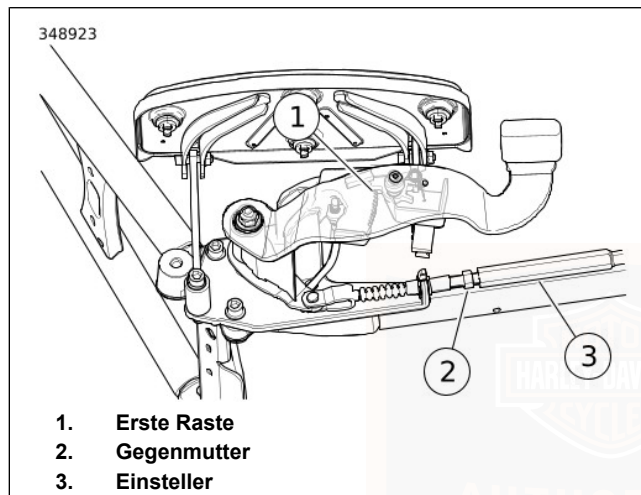

Abbildung 126. Einstellung der Feststellbremse
3. Siehe Abbildung 126. Die Manschette zurückziehen. Gegenmutter lockern.